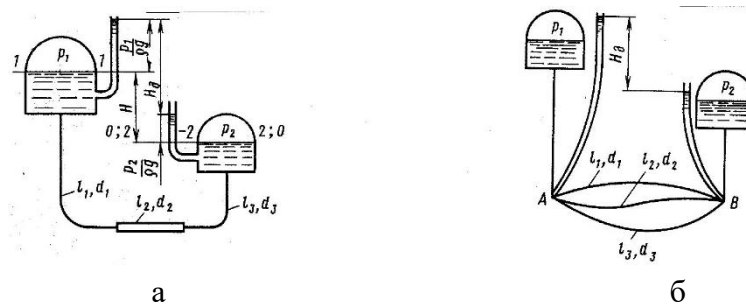

Рисунок 1 – Расчетные схемы трубопроводов: а – простого;
**Простые** – трубопроводы, которые не содержат разветвлений, они могут быть соединены так, что образуют последовательные и параллельные соединения. Если трубопровод имеет несколько труб, выходящих из одного места, он называется *разветвленным*. Трубопровод, содержащий как последовательные, так и параллельные соединения труб или разветвлений, называется *сложным* (рис. 1).